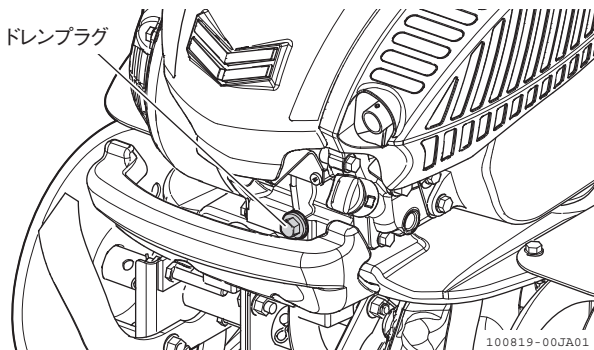

図 4-16 交換のしかた
2. ドレンプラグを工具で外します。古いエンジンオイルが流れ出てきます。(図 4-16)